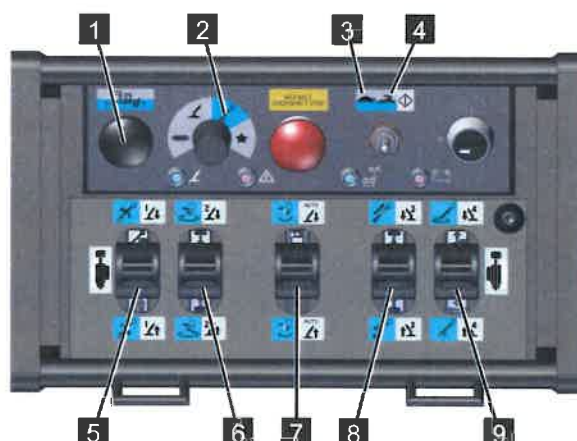

Abb. 139
5. Den Funktionswahlschalter an der Steuerung auf [Bühnenfunktion] (blau) (Abb.139/2) stellen.
6. Mit dem Betriebswahlschalter an der Steuerung die Geschwindigkeit [Kriechgang] (Abb.139/3) oder [Eilgang] (Abb.139/4) wählen.
7. In bestimmten Bereichen ist es erforderlich den Kollisionstaster zu betätigen. Hierzu muss der Kollisionstaster (Abb.139/1) gleichzeitig mit dem gewünschten Steuerhebel gedrückt werden.
8. Bühne mit den Steuerhebeln (Abb.139/5,6,7,8 und 9) gemäß nachfolgender Tabelle bedienen.